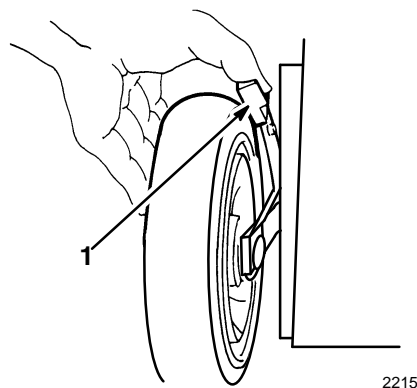

Figure 18
2. Pour faciliter le réglage, soulever le carter de manière à ce que les roues ne touchent plus le sol. **Ne jamais placer les doigts sous le carter pour soulever la tondeuse.** Serrer le levier de hauteur de coupe contre la roue et l'amener dans la position voulue (Fig. 18). Vérifier que l'ergot du levier est bien engagé dans l'encoche du carter de tondeuse. Régler toutes les roues à la même hauteur de coupe.